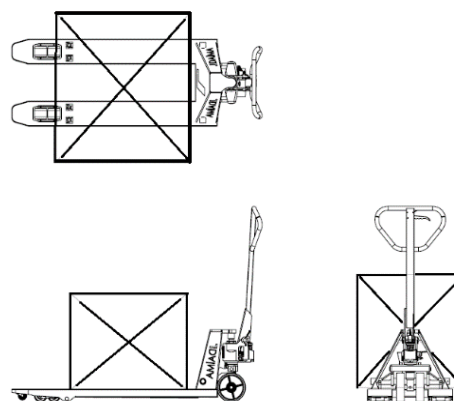

Abbildung 6
- ▶ Die korrekte Beladungsart des Hubwagens ist in Abbildung 6 dargestellt.
- ▶ Die ideale Lademethode (siehe Abbildung 6) ist, wenn der Schwerpunkt der Ladung in der Mitte der Gabeln des Hubwagens liegt. Das Nenngewicht muss reduziert werden, wenn der Schwerpunkt der Last nicht in der Mitte der Gabeln liegt.